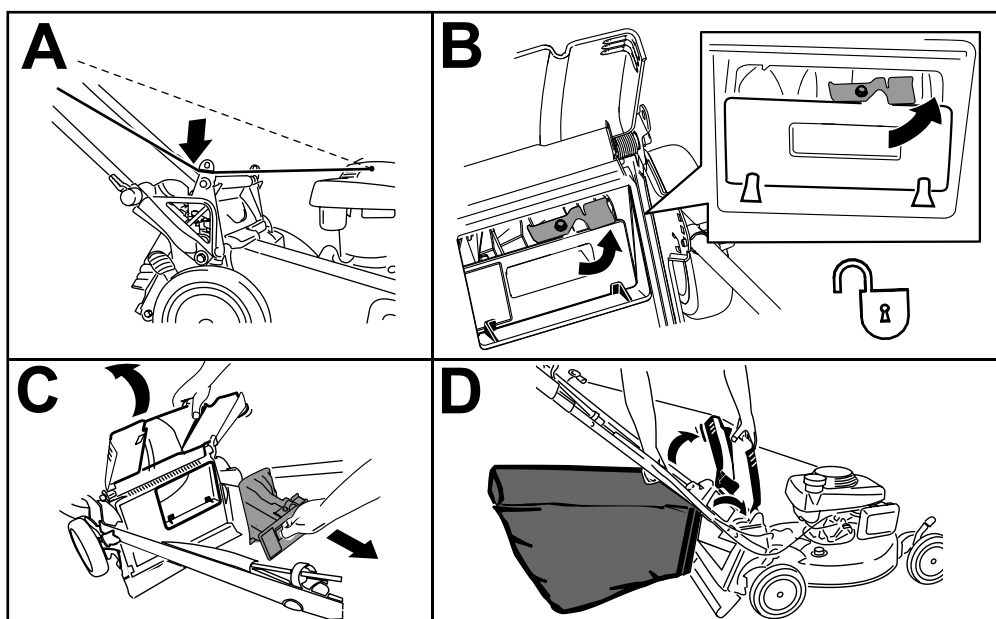

Figura 18
**Nota:** Para desbloquear el tapón trasero, gire la palanca del tapón a la derecha (Figura 18).
1. Pase la cuerda del arrancador alrededor de la guía de cuerda inferior (Figura 18, A).
2. Levante y sujete el deflector trasero y desbloquee el tapón trasero (Figura 18, B).
3. Extraiga el tapón trasero (Figura 18, C).
4. Cuelgue el borde superior delantero de la bolsa de los pasadores situados en las muescas de los soportes del manillar (Figura 18, D).